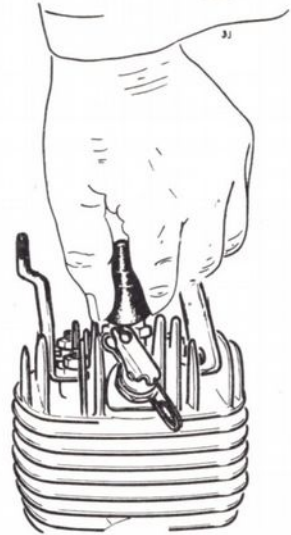

Fig. 10
- Retirer le capuchon de fil de bougie. Si vous éprouvez quelques difficultés, procéder de la façon suivante : enfoncer complètement le capuchon, le pincer à la base entre le pouce et l'index et le tirer verticalement (fig. 10).